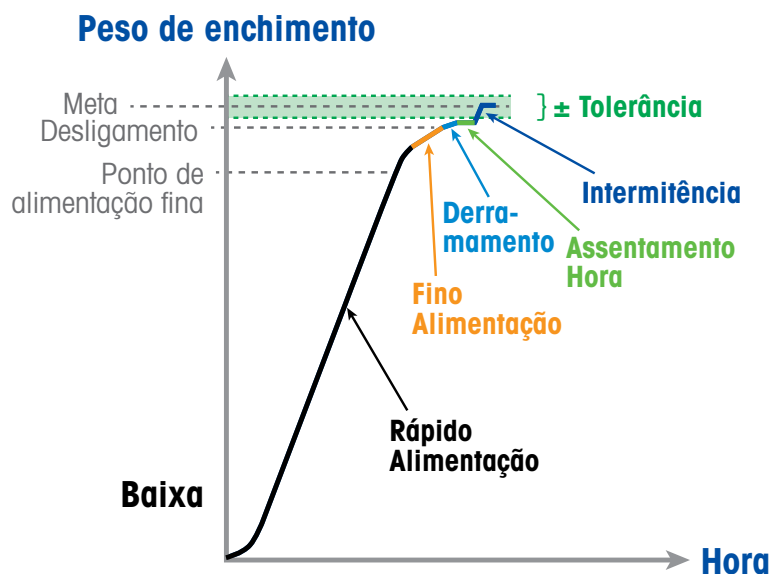

Figura 25: Operação de enchimento de duas velocidades
5. A Figura 25 sugere uma maneira de melhorar o dilema da velocidade/precisão. Podemos encher a maior parte do tanque em alta velocidade/baixa precisão e, em seguida, trocar para a baixa velocidade/alta precisão perto do final. Em outras palavras, use o enchimento de duas velocidades, discutido em detalhes abaixo. Não há desvantagem por encher a maior parte do tanque com baixa precisão, desde que os freios sejam acionados a tempo para terminar com alta precisão. Essa tem sido a abordagem convencional para alcançar um equilíbrio aceitável entre velocidade e precisão no enchimento, e é amplamente usada.
A Figura 25 é um gráfico do peso de enchimento versus o tempo para uma operação de enchimento de duas velocidades convencional. Alguns ou todos esses elementos podem ser incorporados a uma operação típica de enchimento, de acordo com a precisão necessária. Na parte de cima é mostrado um peso de enchimento pretendido com uma faixa \pm de tolerância. O ciclo de enchimento pode ser dividido em várias fases, como ilustrado. Quando o dispositivo alimentador é ativado pela primeira vez, o fluxo de material leva algum tempo para aumentar até um fluxo constante na fase de alimentação rápida, responsável pela maior parte do tempo de enchimento e do peso. Além disso, há fases adicionais que refinam o peso do enchimento para garantir que fique dentro da tolerância. Os vários termos são explicados em detalhes abaixo.